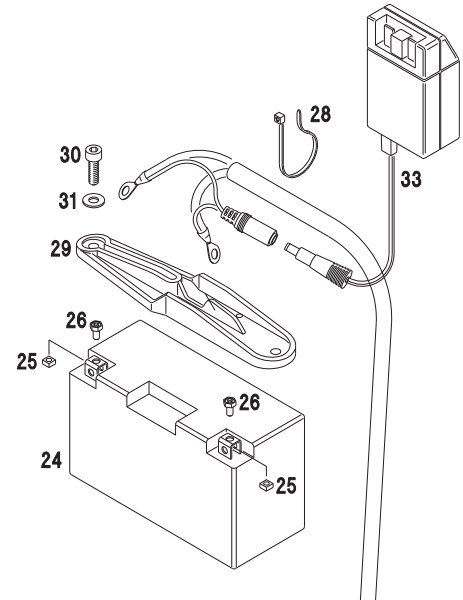

Bild 13
- ➔ Ladegerät an die Ladebuchse am Batteriedeckel anschließen (Bild 13)